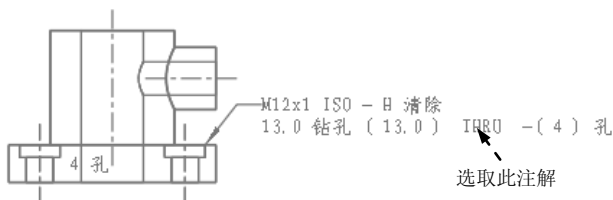

图 5.3.16 显示注解
(5) 只有在右击自动显示出来的注解的快捷菜单中才有 **编辑值** 命令, 对于不同的注解, 系统会显示出不同的操作, 下面对其进行详细介绍。
Step2. 在功能选项卡区域的 **注释** 选项卡中单击“显示模型注释”按钮 , 在“显示模型注释”对话框中单击  选项卡, 再选中绘图区的主视图, 在“显示模型注释”对话框中单击  按钮, 单击对话框中的 **确定** 按钮, 显示图 5.3.16 所示的注解。
Step3. 选取图 5.3.16 所示的注解, 右击, 在系统弹出的快捷菜单中选择 **编辑值** 命令。